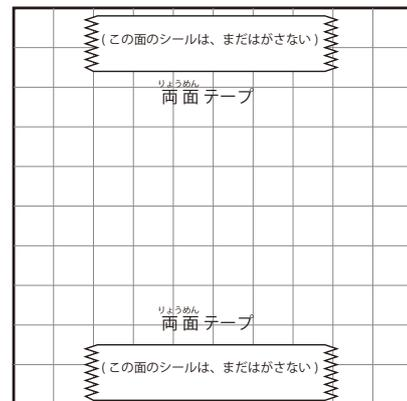

図5 工作用紙に両面テープを貼る
4) 図5のように10 cmに切った工作用紙の方眼印刷側に両面テープを2ヶ所貼ります。